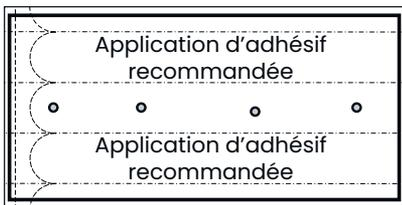

Figure 9 : Emplacement recommandé pour l'adhésif
7. Appliquez de l'adhésif tout au long du rebord extérieur du panneau Xpress Trak et sur quatre cercles de 1" au centre du panneau (voir **Figure 9**).